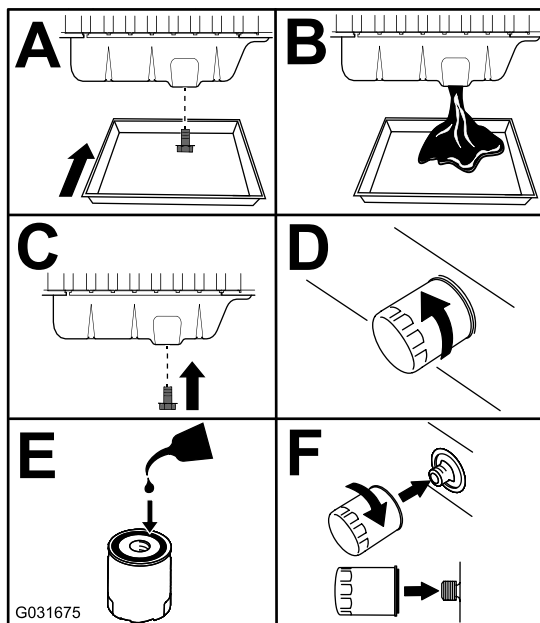

Figura 51
3. Cambie el aceite del motor y el filtro (Figura 51).